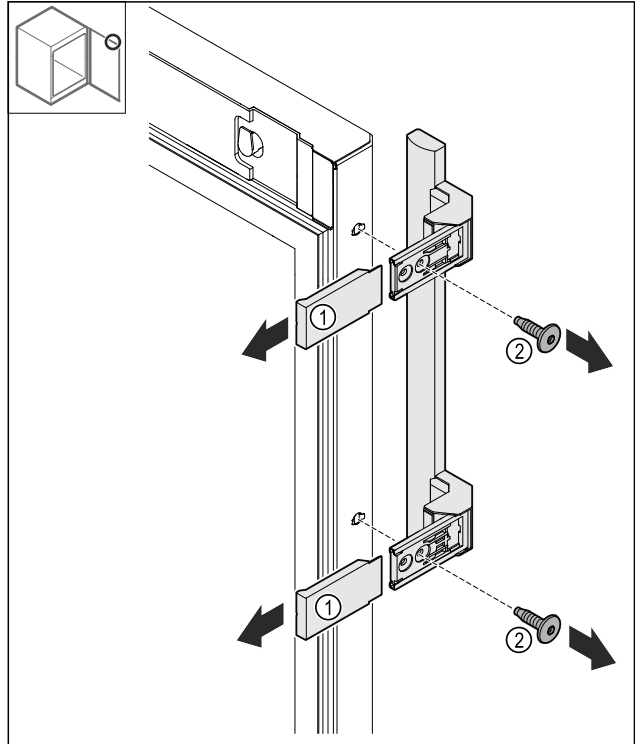

Fig. 24
- Свалете капците Fig. 24 (1).
- Разхлабете винтовете Fig. 24 (2).